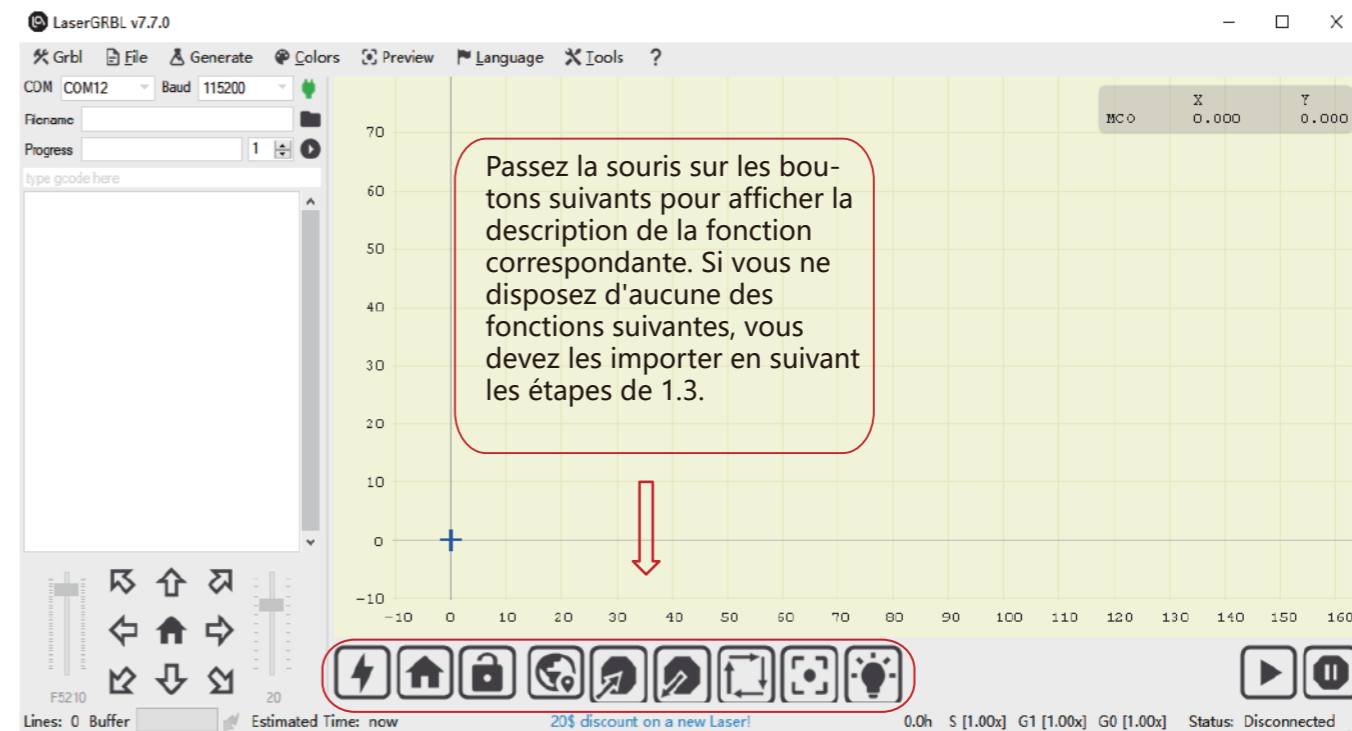

Figure 2 Interface de LaserGRBL
• Le logiciel installé est illustré par la figure 2.